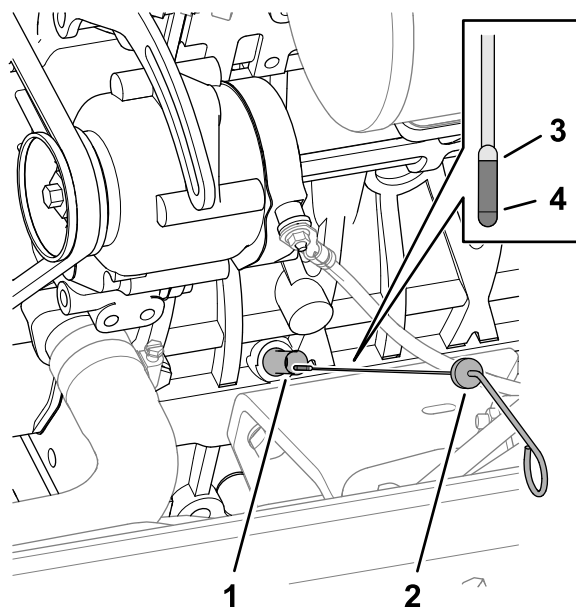

Figure 67
3. Sur le côté droit du moteur, retirez la jauge de son tube (Figure 67) et essuyez-la sur un chiffon propre.